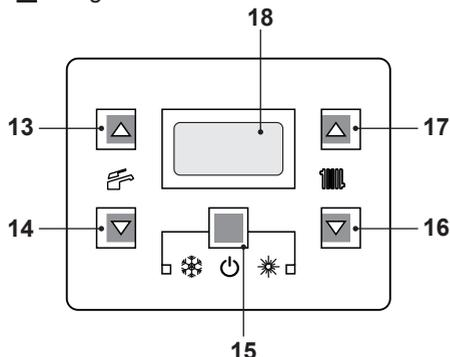

Figura 2.5
- Tenere premuto per 2 secondi il tasto 15 fino a far apparire sul display il simbolo  Figura 2.5.
La temperatura dell'acqua calda di mandata riscaldamento è regolabile agendo sui tasti 16 (diminuzione) e 17 (aumento) (Figura 2.5) da un minimo di circa 25°C ad un massimo di circa 85°C. Alla prima pressione di uno dei due tasti si ha la visualizzazione del valore di "set", alla seconda pressione si accede alla modifica.
Comunque se la temperatura ambiente non dovesse essere confortevole si può aumentare o diminuire la temperatura di mandata dell'impianto riscaldamento di  $\pm 15^{\circ}\text{C}$  agendo sui tasti 16 (diminuzione) e 17 (aumento) (Figura 2.5).
La temperatura dell'acqua calda sanitaria è regolabile agendo sui tasti 13 (aumento) e 14 (diminuzione) (Figura 2.5) da un minimo di circa  $35^{\circ}\text{C}$  ad un massimo di circa  $60^{\circ}\text{C}$ . Alla prima pressione di uno dei due tasti si ha la visualizzazione del valore di "set", alla seconda pressione si accede alla modifica.